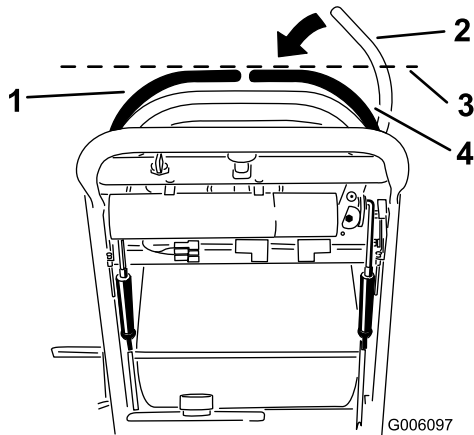

Figura 49
3. Empuje la palanca de control de movimiento de la derecha hacia abajo, sacándola de la posición de bloqueo/punto muerto (Figura 49).
4. Compruebe su alineación horizontal con la palanca de control de movimiento izquierda (Figura 49).